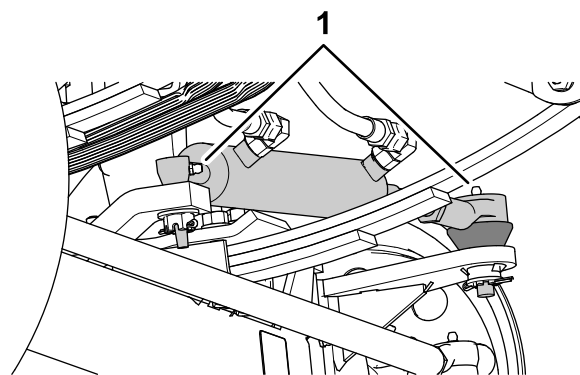
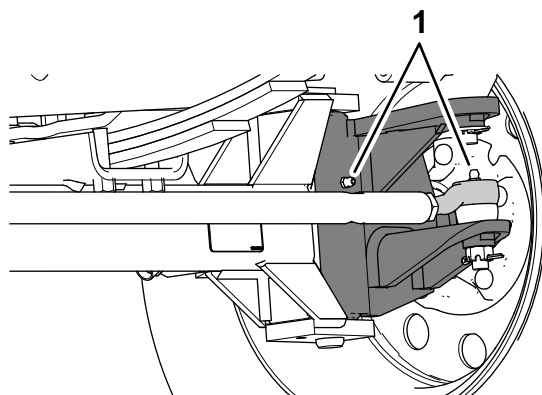

图 71
图 72
1. 将黄油嘴擦拭干净图71和图72。
2. 用黄油枪将润滑脂打入到黄油嘴图71和图72。
注意 黄油嘴的位置如图71中所示。